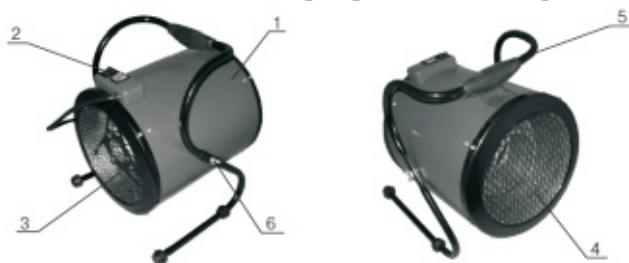

Рис. 1 Тепловентилятор
5.1 Схема тепловентилятора представлена на рис. 1.
5.3 Несущая конструкция тепловентилятора (см. рис. 1) состоит из кожухов наружного (1) и внутреннего, изготовленных из листовой стали и имеющих цилиндрическую форму. Во внутреннем кожухе размещены вентилятор и трубчатые электронагревательные элементы. Снаружи внутреннего кожуха расположен корпус блока управления (2). Кожух наружный, закрытый входной (3) и выходной (4) решетками, винтами устанавливается в подставке (5) и имеет возможность поворота в вертикальной плоскости. Угол поворота фиксируется гайками (6).
5.5 Электрическая схема тепловентилятора представлена на рис. 1 Приложения.